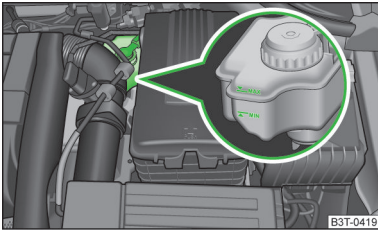

Abb. 170
- Den Bremsflüssigkeitsstand am Behälter prüfen » Abb. 170.